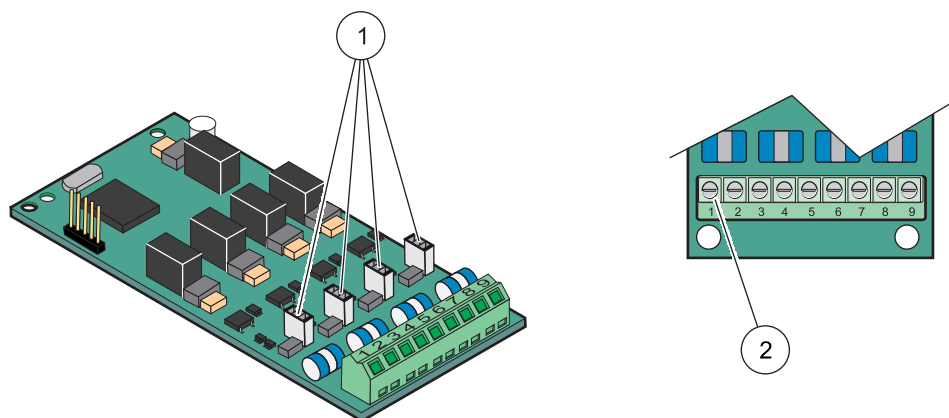

Figura 22 Configurações do comutador de derivação e ligações de cabos da placa de relés (YAB018)
4. Forneça alimentação ao cabo pela base do módulo e prepare-o correctamente, introduzindo cada fio de acordo com a Figura 22 e Tabela 5. Puxe cuidadosamente todas as inserções para se certificar de que a ligação está segura.